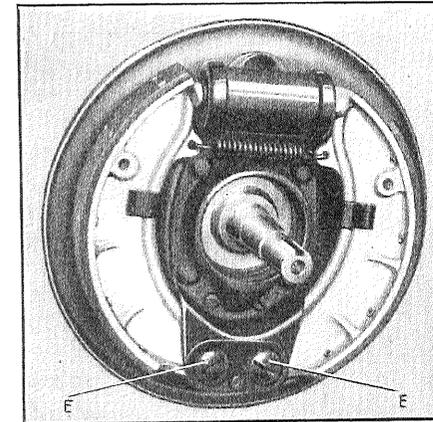

Fig. 21 — Freno scoperto.
a) Sfilare il perno eccentrico d'articolazione di ciascuna mascella del freno (fig. 21) e rimontarlo spostato di un dente o due allo scopo di avvicinare il ceppo alla puleggia fino a ridurre il giuoco, misurato all'estremità inferiore del ceppo, pari a circa $\frac{1}{10}$ mm.